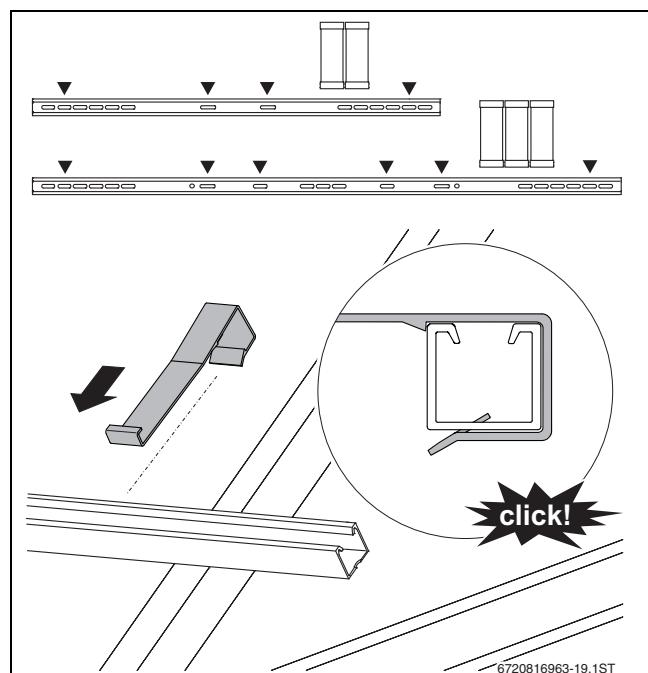

Bild 43 Abrutschsicherung an Profilschiene unten montieren
- Positionen der Abrutschsicherung beachten (→ Bild 43)
Positionen der Abrutschsicherung beachten (→ Bild 43).